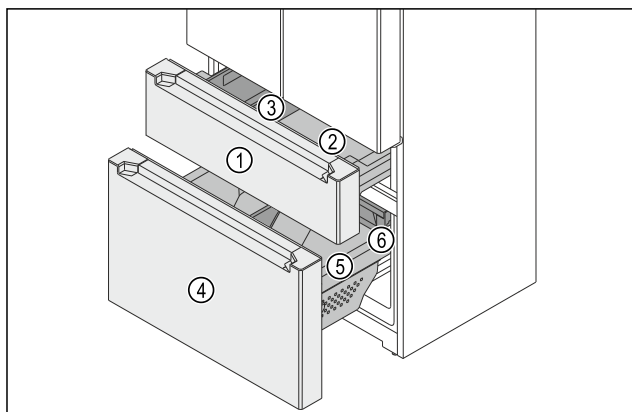

Fig. 145 Uittrekwagen vriesgedeelte
Het vriesgedeelte bestaat uit twee uittrekwagens. De bovenste uittrekwagen Fig. 145 (1) bevat een bak Fig. 145 (2) en een FlexBox Fig. 145 (3). De onderste uittrekwagen Fig. 145 (4) bevat een grote bak Fig. 145 (5) en een schuifvak Fig. 145 (6). U kunt de bakken in de bovenste en onderste uittrekwagens verwijderen om ze te reinigen.